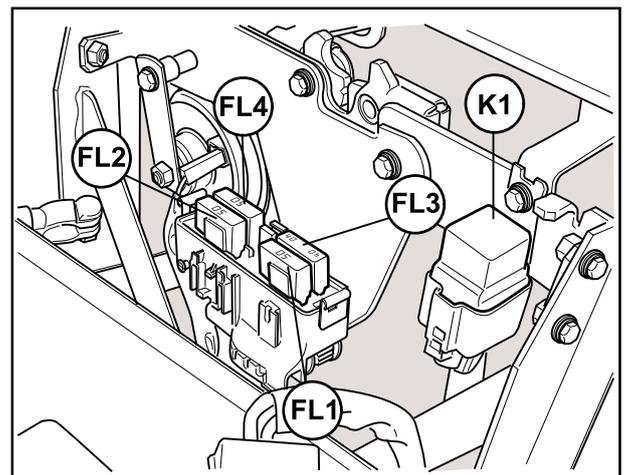

Fig.5-54 - Caixa porta-fusíveis dianteira.
- Caixa porta-fusíveis no compartimento da bateria (Fig.5-54).
Caixa porta-fusíveis - Fig.5-54